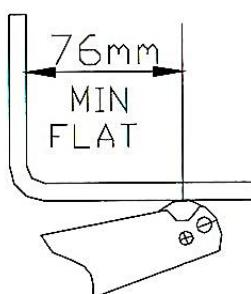

РИСУНОК 2
3 Удерживайте опорную точку в выемке на конце подъемного рычага (см. рисунок 2).
5. Всегда устанавливайте подъемную площадку как минимум на 76 мм внутрь по направлению к центру погрузчика от накладки на подъемном рычаге (см. Рисунок 2).